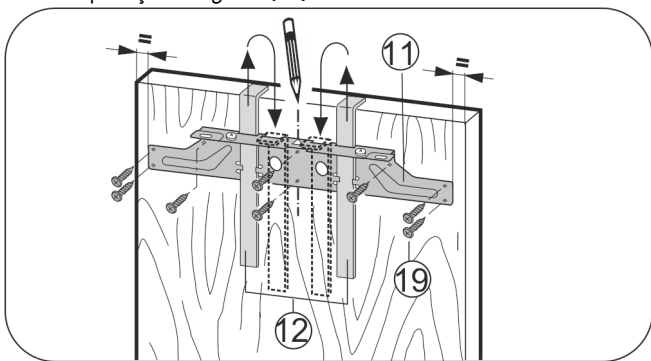

Fig. 26
- ▶ Agățați traversa de fixare Fig. 26 (11) cu ajutorul elementelor auxiliare de montaj Fig. 26 (12) pe partea interioară a ușii mobilierului.
- ▶ Aliniați traversa de fixare Fig. 26 (11) central pe ușă.
- ▶ Fixați traversa de fixare Fig. 26 (11) cu cel puțin 6 șuruburi Fig. 26 (19).
- ▶ Fixați traversa de fixare Fig. 26 (11) pe margine cu 4 șuruburi Fig. 26 (19).
- ▶ Extrageți în sus elementele auxiliare de montaj Fig. 26 (12) și introduceți-le în poziție răsturnată în orificiile de preluare alăturate.